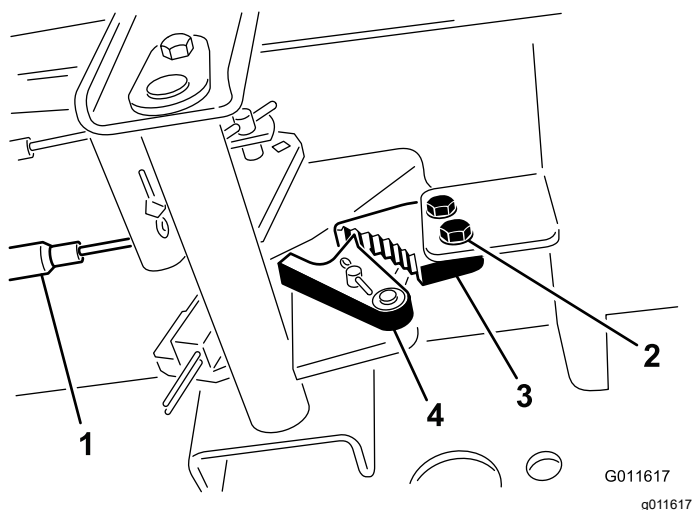

Figura 47
- Afloje los 2 tornillos que fijan el trinquete del freno de estacionamiento al bastidor (Figura 47).
2. Pise el pedal del freno de estacionamiento hacia adelante hasta que la uña se engancha a fondo en el trinquete del freno (Figura 47).